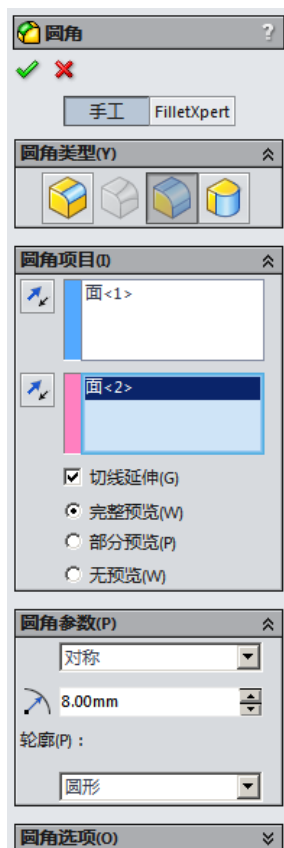

图 5.8.9 “圆角”对话框
Step2. 选择下拉菜单 **插入(I)** → **曲面(S)** →  **圆角(U)...** 命令，系统弹出图 5.8.9 所示的“圆角”对话框。